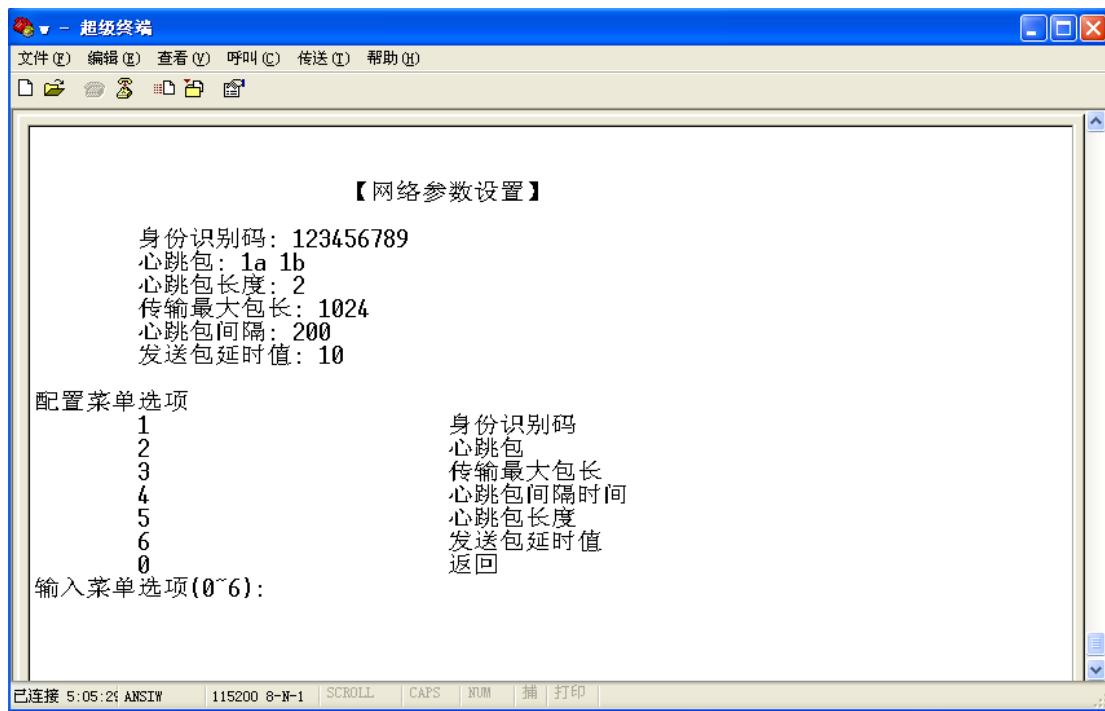

图 17 网络参数设置
6) 在主菜单输入数字 4，进入网络参数设置，如下图 17 所示为网络参数设